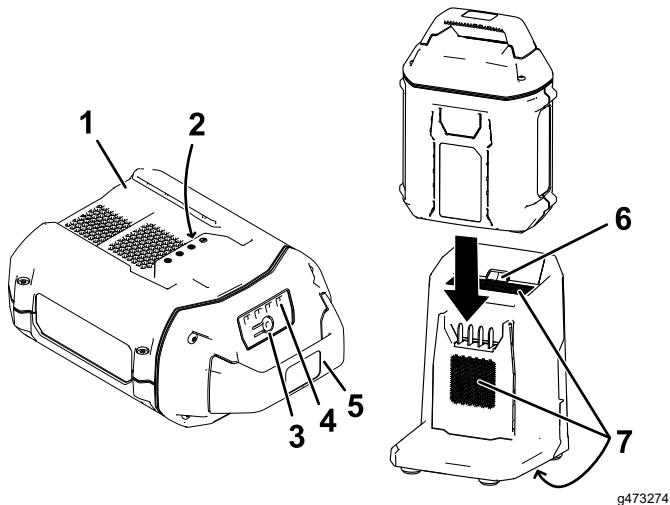

Bild 20
2. Fliegen Sie das Loch im Akkupack (Bild 20) mit der Zunge am Ladegerät aus.
3. Schieben Sie den Akkupack in das Ladegerät, bis es einrastet (Bild 20).